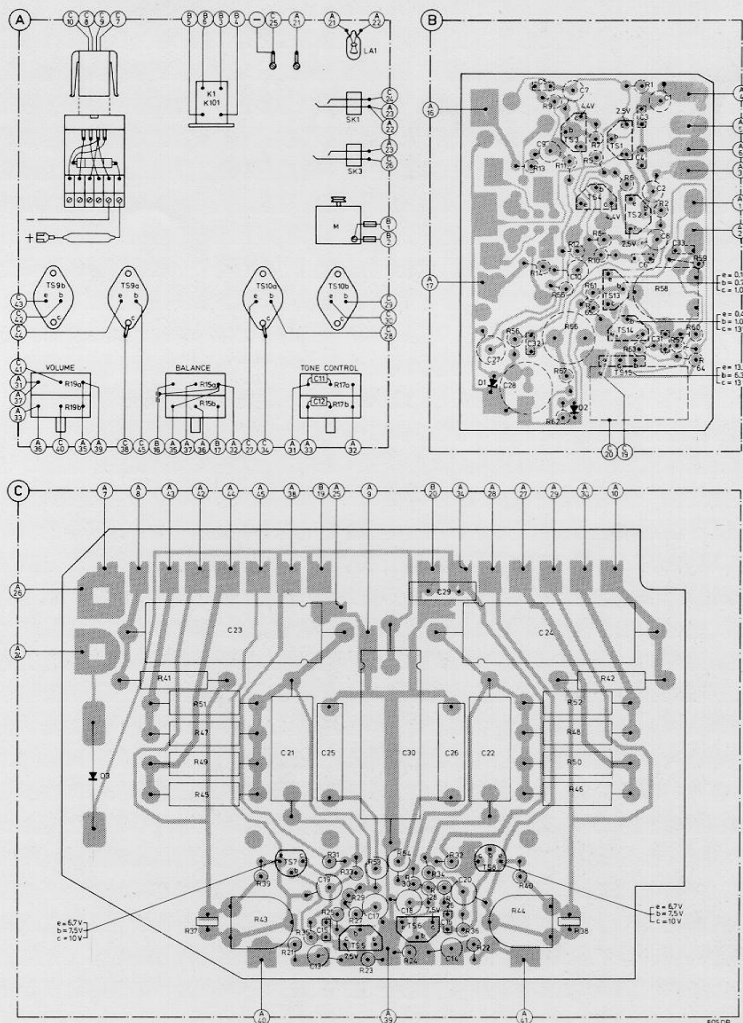

Fig. 3
La nouvelle platine est fournie sous le numéro 4822 214 30297. Cette platine peut aussi être montée dans des appareils antérieurs à ceux marqués AH02/307. Le câblage doit cependant être adapté. Voir plan de câblage, fig. 3.
- Montage des Zahnrades 110 (Abb. 3, Service Manual)
Für den neue Verdrahtungsplan, siehe Abb. 3.
- Montaje de la rueda dentada 110 (fig. 3, service manual)
Para el nuevo esquema de cableado véase a la fig. 3.